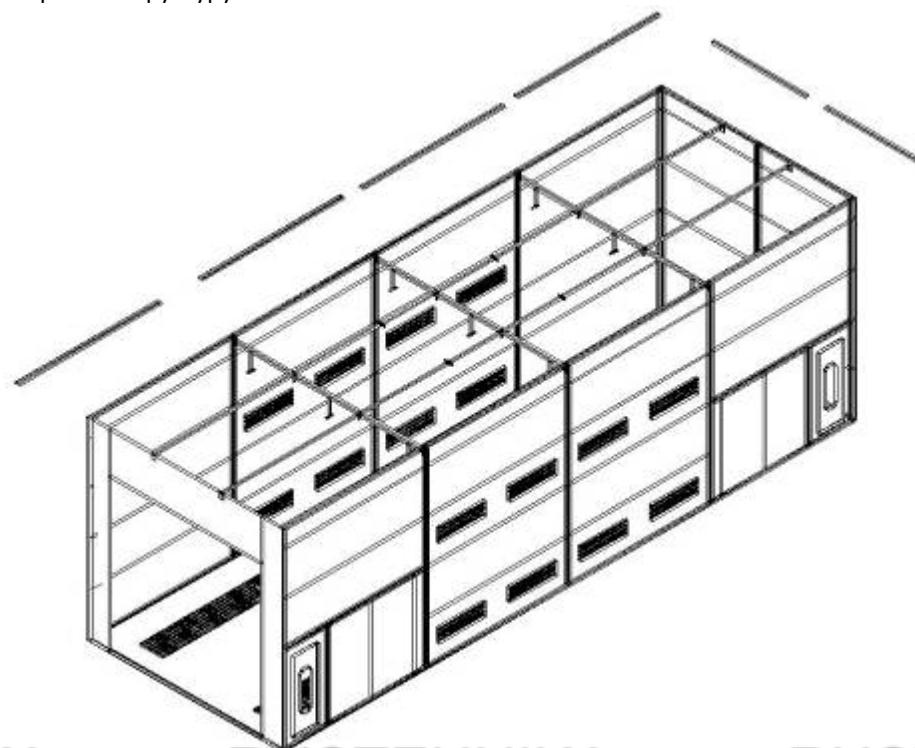

Рис. 2.7
2) Установите стеновые панели по очереди, см. рис. 2.7